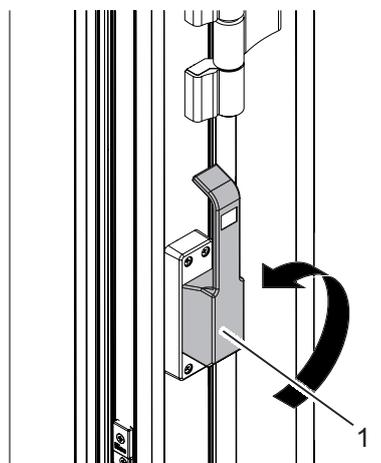

Fig. 27: Réglage de la fonction de vantail coulissant
1. Déplacer lentement la crémonne (Fig. 27/1) vers le haut sur la fonction de vantail coulissant.